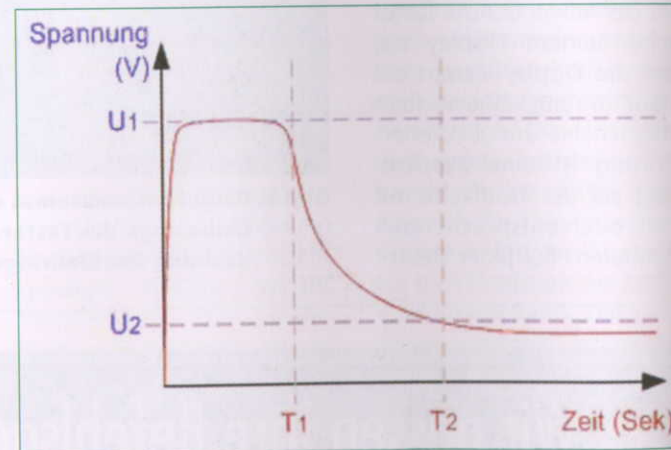

Bild 2: Übersteuern für mehr Kraft: Der Magnet wird nur in der Phase übersteuert, in der maximale Zugkraft benötigt wird
Soll ein Aktor nur kurzzeitig eine bestimmte Kraft ausüben, muss das Bauelement nicht für die entsprechende Dauerleistung ausgelegt sein. Die relative Einschalt-dauer (ED) liegt in dem Fall unter 100%. Das kann man nutzen, um das Bauelement zu »übersteuern«, um damit kurzzeitig höhere Zugkraft zu erreichen. In den Datenblättern findet man deshalb Kraft-Weg-Diagramme mit mehreren Kurven, die für jeweils eine bestimmte relative Einschalt-dauer (als Maß für die Höhe der Übersteuerung) gelten (Bild 2). Weil sich die Kupferwicklung bei Übersteuerung sehr stark erwärmt, muss sichergestellt sein, dass sie sich in den Pausen zwischen den Einschaltvorgängen abkühlen kann. Außer der Übersteuerung auf dem gesamten Hubweg lässt sich durch zeitweises Erhöhen